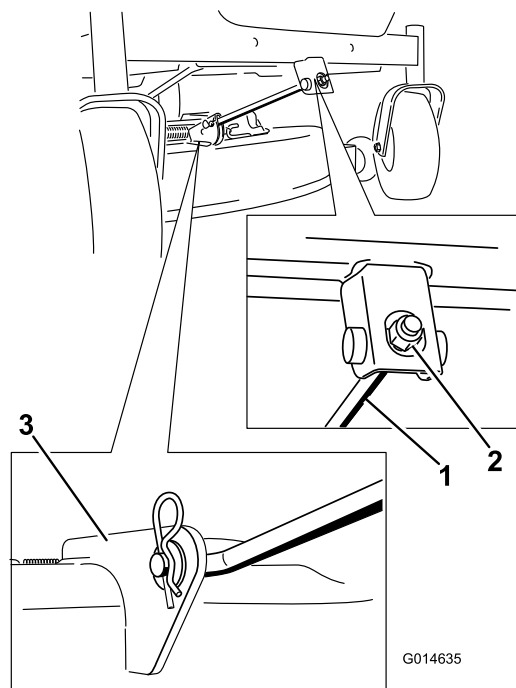

Figura 62
5. Retire la claveta de la varilla de soporte delantera y retire la varilla del soporte de la carcasa (Figura 62).
- Conecte la varilla de soporte delantera a la carcasa del cortacésped con el pasador y la chaveta (Figura 62).